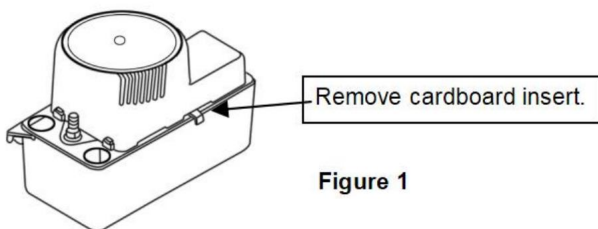

Figure 1
2. Ostrożnie rozpakuj pompę. Usuń tekturowe opakowanie z otworów wentylacyjnych pokrywy silnika. Ostrożnie odsuń opakowanie od pompy. To opakowanie zapobiega przemieszczaniu się przełącznika podczas transportu (rysunek 1).